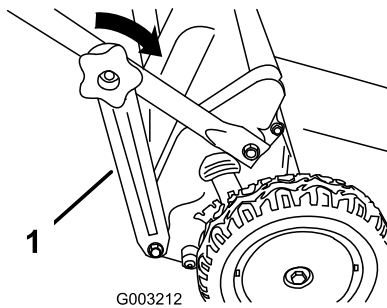

Bild 7
6. Befestigen Sie die Griffhalterungen (Bild 7) an den Seiten des unteren Griffs.